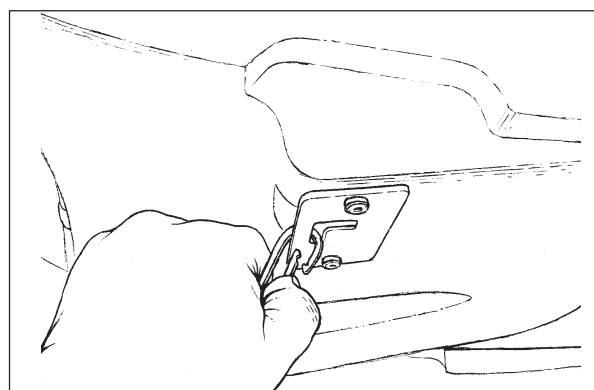

Figure 10
6. Décrochez la pince d'attache du réservoir de récupération (Voir Figure 10).
13. Ré-attachez la pince sur le réservoir de récupération (Voir figure 10.)